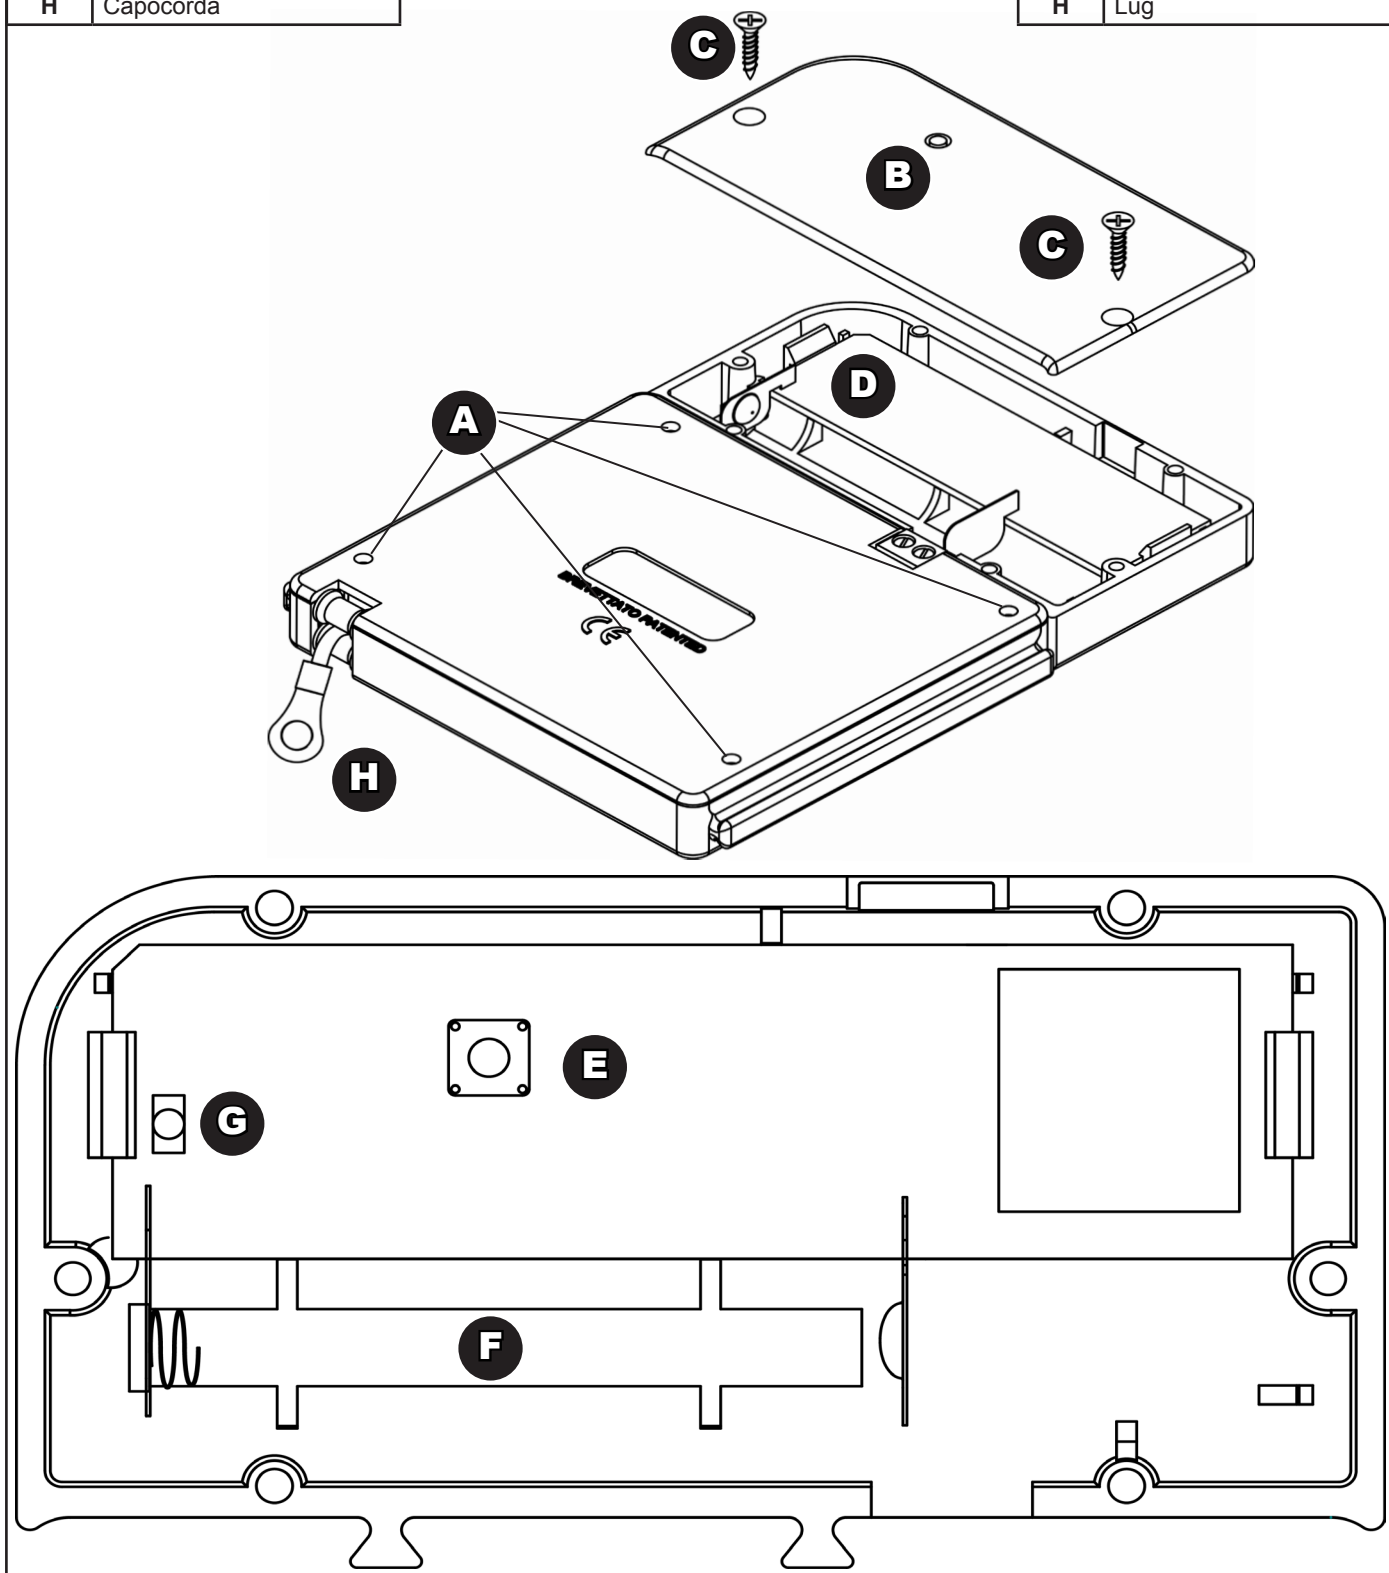

Fig. 2
Per installare correttamente il contatto tapparella all'interno del cassonetto della stessa, seguire i passi riportati. A seconda delle proprie esigenze installative è possibile applicare il contatto direttamente tramite i fori di fissaggio A in fig.2 o tramite la slitta 1829LESW/ST (sono richieste due slitte).
To properly install the roller shutter contact inside the box, perform the following steps. Depending on the installation requirements is possible to apply the contact through the fixing holes A in Figure 2 or through fixing bracket item 1829LESW/ST (two brackets required).
- Installare la base con la scheda nella sede più opportuna utilizzando viti in dotazione tramite i fori di fissaggio A fig.2;
- Install the base with the board in the most appropriate place using the supplied screws through the fixing holes A fig.2;